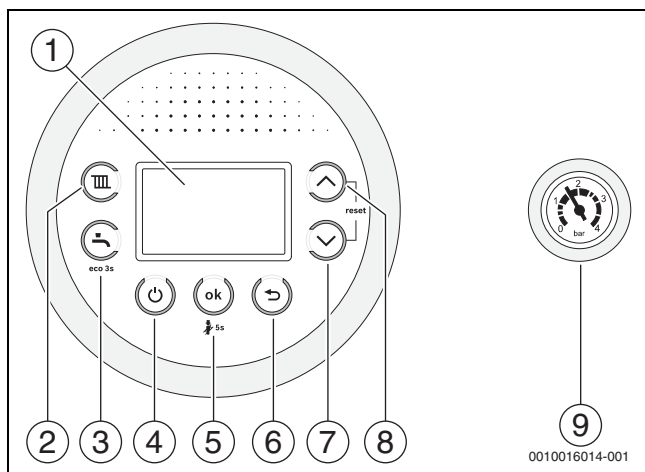

Рис. 1 Панель управления
- ▶ Выключите котел кнопкой  (→ рис. 1).